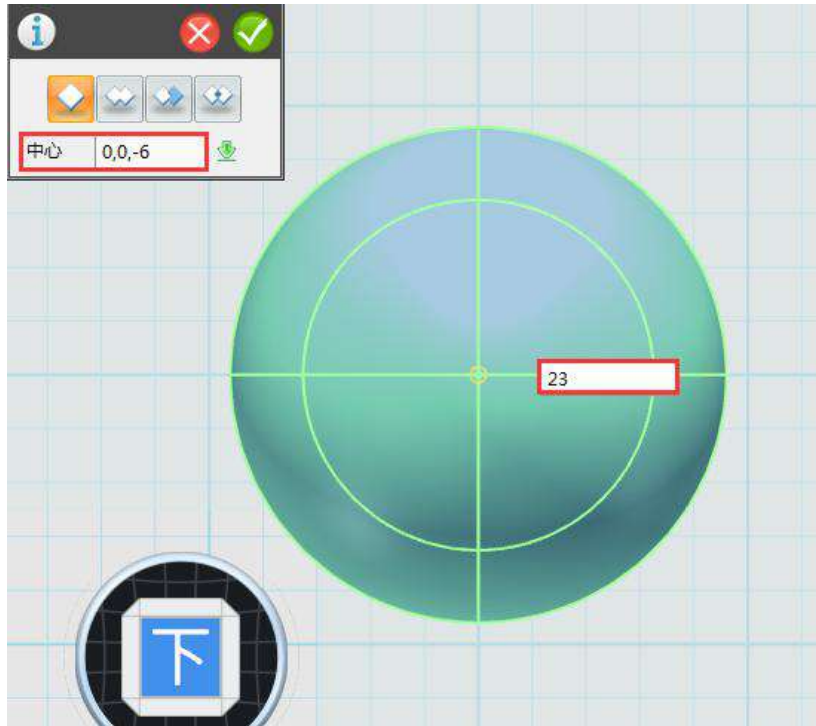

图 1-6
Step 6 移动操作完成后，点击下视图，选择球体，在底面上绘制一个半径为 23 的球体，中心点为 (0, 0, -6)，如下图 1-6 所示：